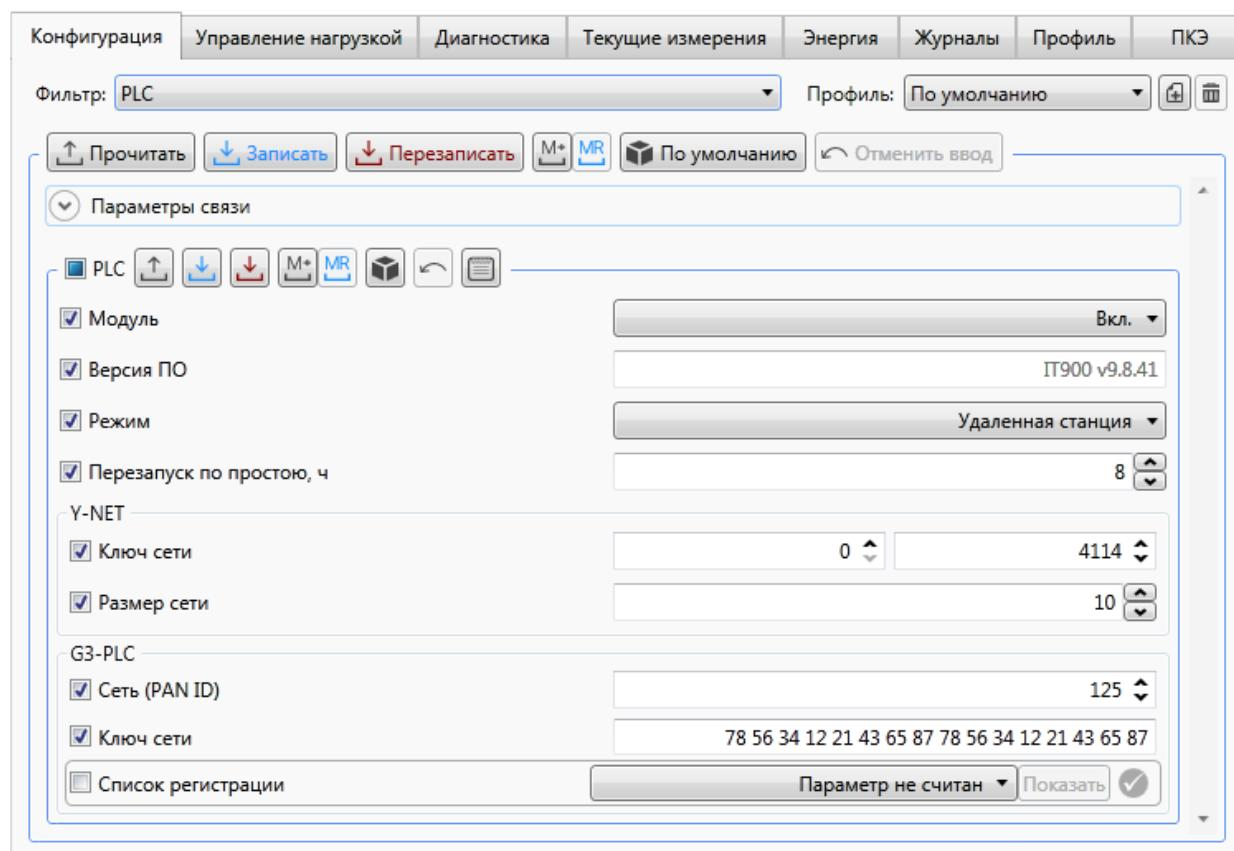

Рисунок 9.22 – Настройка параметров PLC счетчика
Для конфигурирования параметров интерфейса PLC счетчика в качестве удаленной станции необходимо перейти на вкладку *Конфигурация* области параметров программы КОНФИГУРАТОР и далее в выпадающем списке *Фильтр* выбрать пункт *PLC*, после чего выполнить следующие действия (рисунок 9.22):
- выбрать в дереве объектов программы КОНФИГУРАТОР счетчик-шлюз и далее на вкладке *Конфигурация* в выпадающем списке *Фильтр* выбрать пункт *PLC* и нажать кнопку (рисунок 9.22);